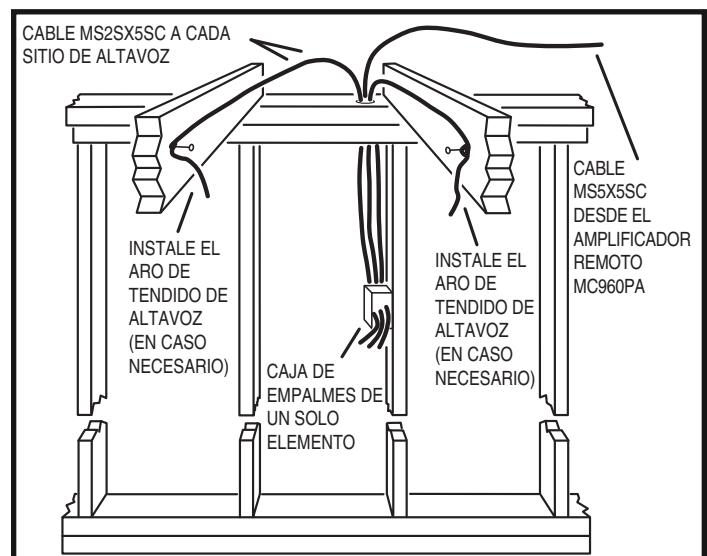

Figura 12. Instalación de altavoces estereofónicos
3. Desde el sitio de instalación de cada caja de empalmes de control de volumen, tienda un cable separado MS2SX5SC a cada altavoz del par (ver la Figura 12). Asegure los cables para evitar daños al instalar la tablaroca.